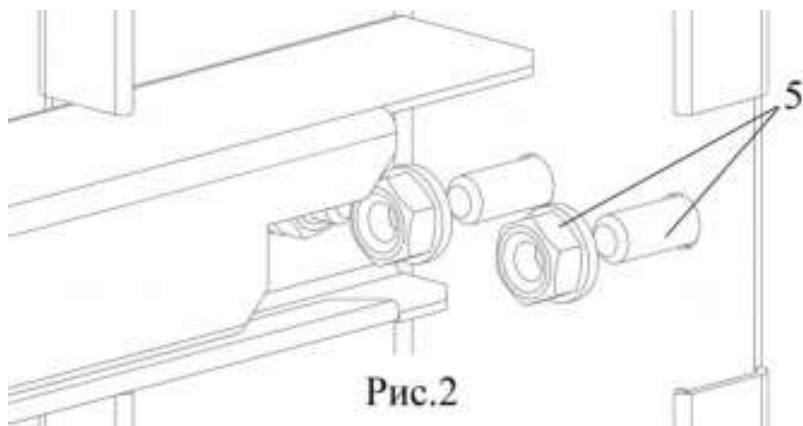

Рис.2
4.2 Между ножками 1 закрепите швеллеры 2,3, как показано на рис.1 комплектом крепежа 5. Нижний швеллер крепить по нижнему краю паза ножки (рис.2).